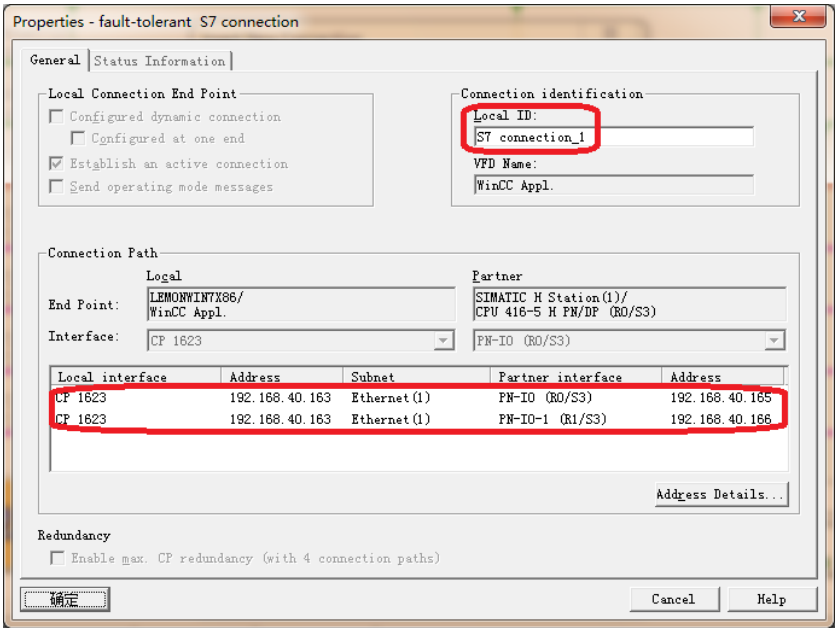

图 8
(C) 确认 CP1623 和 CPU 416-5H PN/DP 的接口信息，如图 8 所示。